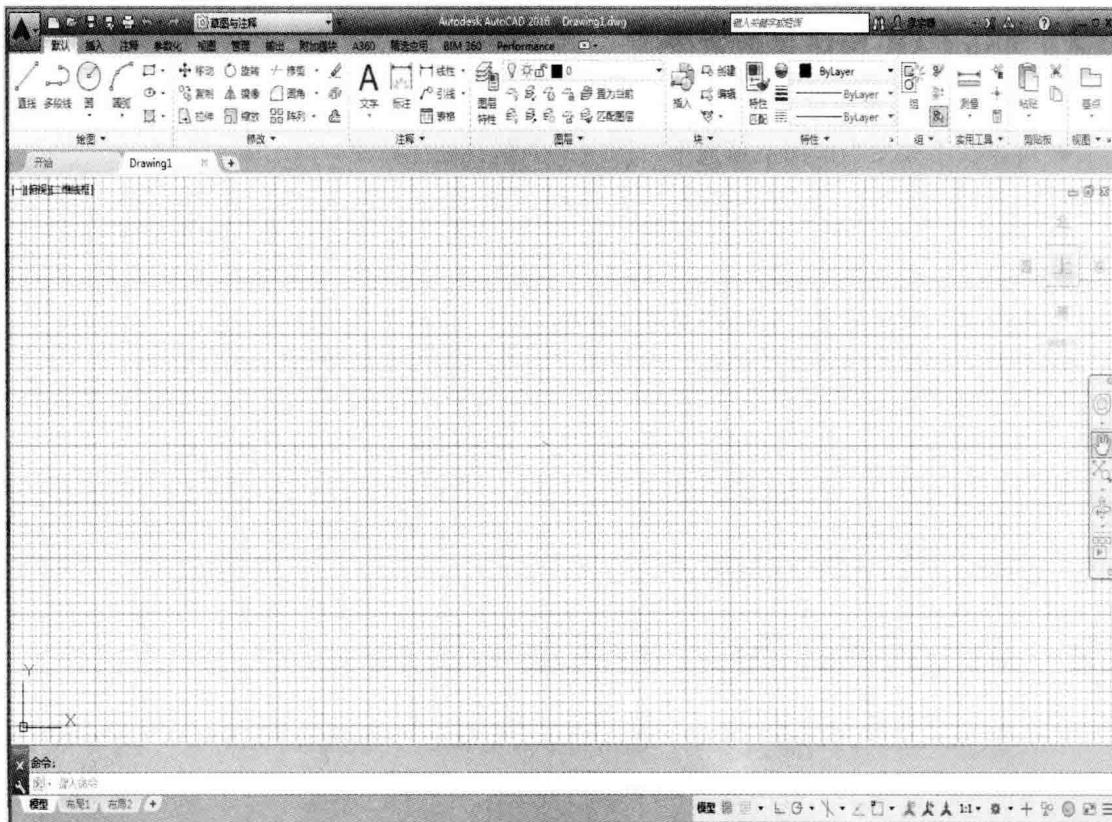

图 1-5 启动 AutoCAD 2016 应用程序
**步骤 03** 单击对话框下方的“创建”页面，单击“开始绘制”图标即可启动 AutoCAD 2016 应用程序，如图 1-5 所示。